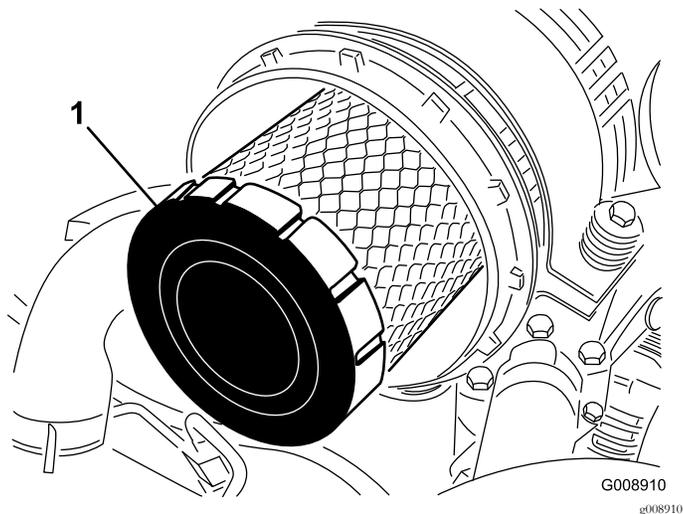

Рисунок 63
4. Снимите и замените фильтр грубой очистки (Рисунок 63).